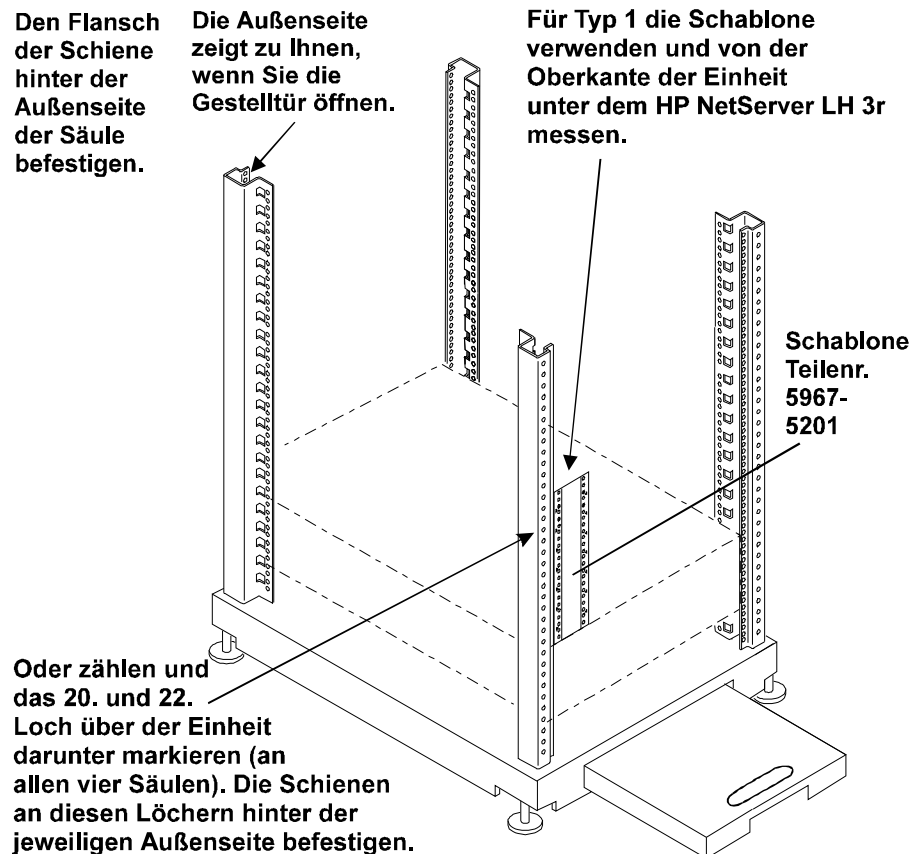
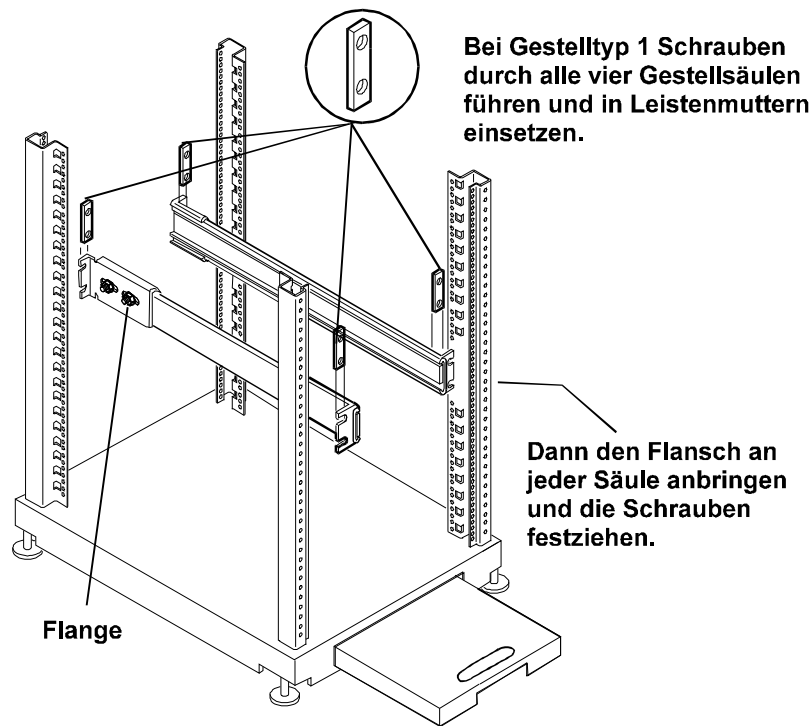
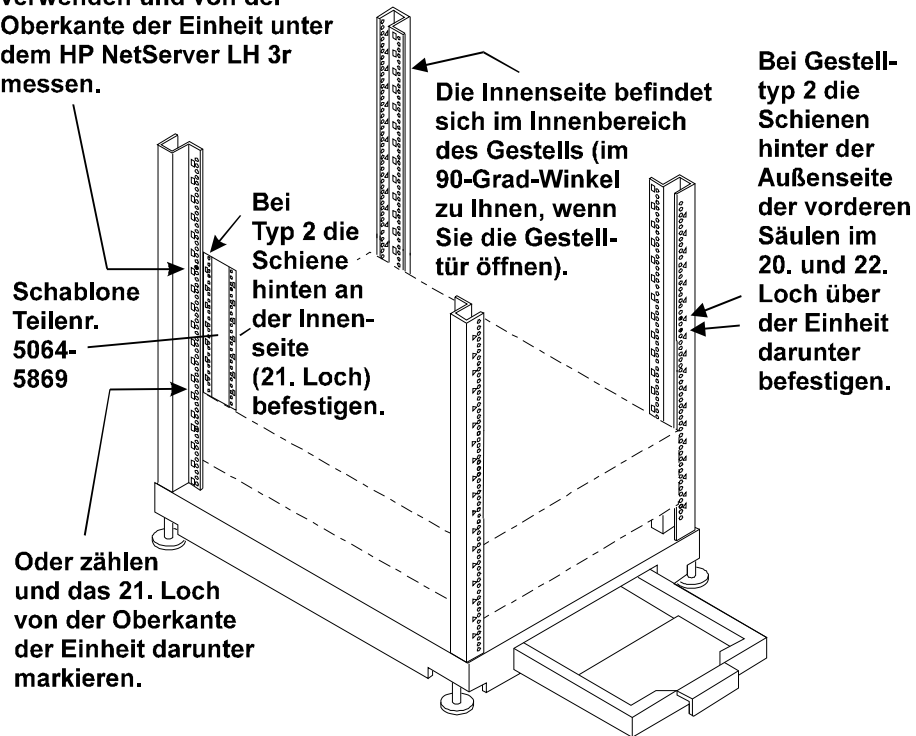

Abbildung 8-7. Positionieren der Schienen für den Gestelltyp 1
Abbildung 8-8. Ausrichten und Befestigen der Schienen beim Gestelltyp 1
Abbildung 8-9. Positionieren der Schienen für Typ 2
- ◇ Markieren Sie mit Klebeband oder einem Stift an jeder Säule die korrekten Löcher. (Die korrekten Löcher können entweder mit Abbildung 8-7 oder Abbildung 8-9 ermittelt werden.) Bringen Sie in den Löchern noch keine Gestellmuttern an. Sie sollen die Löcher nur markieren. Die Schrauben werden durch diese Löcher geführt und in Leistenmuttern eingesetzt, um so den Flansch an der Schiene an der Gestellsäule zu befestigen.
2a. Um die Schienen im Gestelltyp 1 zu installieren, folgen Sie den Anweisungen "Typ 1 - Positionieren der Schienen" (siehe Abbildung 8-7) und "Typ 1 - Montieren der Schienen" (siehe Abbildung 8-8).
2b. Um die Schienen im Gestelltyp 2 zu installieren, folgen Sie den Anweisungen "Typ 2 - Positionieren der Schienen" (siehe Abbildung 8-9) und "Typ 2 - Montieren der Schienen" (siehe Abbildung 8-10).
Für Typ 1 beachten Sie die Abbildung 8-7. Alle vier Halterungswinkel an den Schienen werden hinter der Außenseite der Säule befestigt. Markieren Sie mit Hilfe der Schablone das 20. und 22. Loch an der Außenseite der einzelnen Säulen. Wenn Ihnen die Schablone nicht mehr vorliegt, können Sie auch die Löcher durch Abzählen ermitteln. Diese Löcher entsprechen dem untersten Loch der 8. EIA-Einheit (und dem mittleren Loch der 7. EIA-Einheit) über der Einheit unter dem Server.
- ◇ Richten Sie dann die vorderen und hinteren Flansch der Schienen mit den Schrauben in den Leistenmuttern aus. Drücken Sie die Schiene fest gegen die Gestellsäule (siehe Abbildung 8-8).
Für Typ 2 beachten Sie die Abbildung 8-9. Die beiden vorderen Halterungswinkel werden hinter der Außenseite der vorderen Säulen befestigt. In diesem Fall werden die Schienen im hinteren Bereich über eine Stiftschraube und eine Sechskantmutter an den Innenseiten der hinteren Säulen befestigt. Ermitteln Sie mit Hilfe der Schablone das Loch für diese Stiftschraube. Sie können jedoch auch 21 Löcher von der Einheit darunter nach oben zählen.